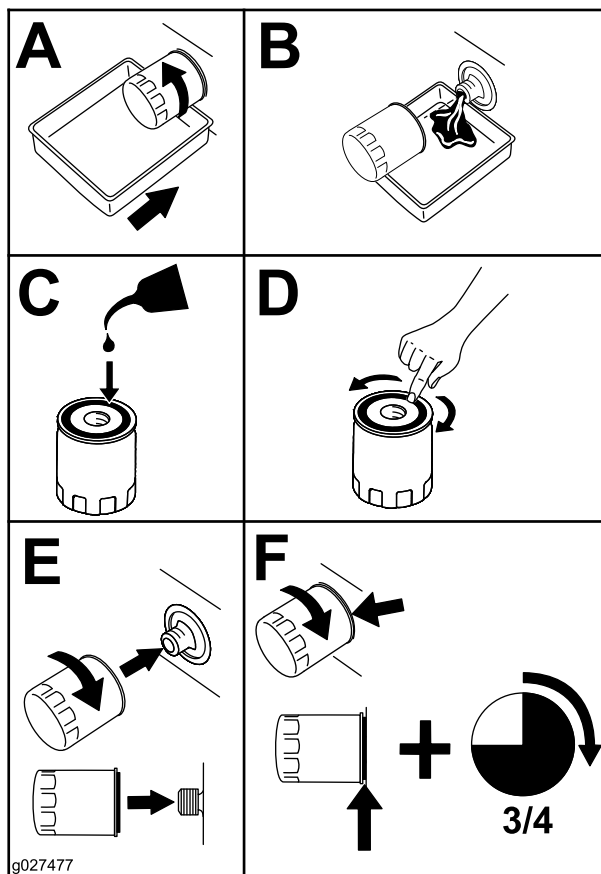

Figura 36
5. Sustituya el filtro de aceite del motor (Figura 36).